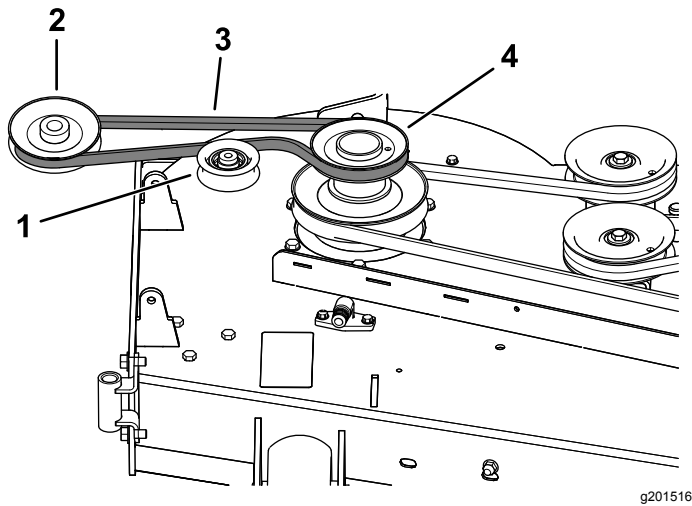
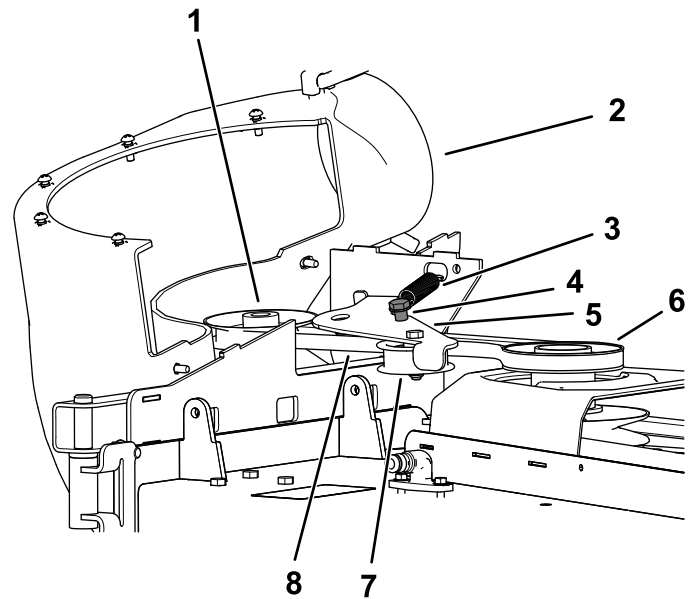

Figure 25
Figure 26
1. Si nécessaire, installez la courroie sur la poulie de ventilateur (Figure 25).
1. Chaussez la courroie sur la poulie de ventilateur (Figure 25 et Figure 26) ; voir 10 Montage du ventilateur (page 17).
3. Tirez sur la poulie de tension rappelée par ressort pour l'éloigner de l'ergot fixe et chaussez la courroie sur la poulie du plateau de coupe (Figure 26).
4. Acheminez la courroie autour de la poulie d'entraînement, comme illustré à la Figure 25 et la Figure 26.